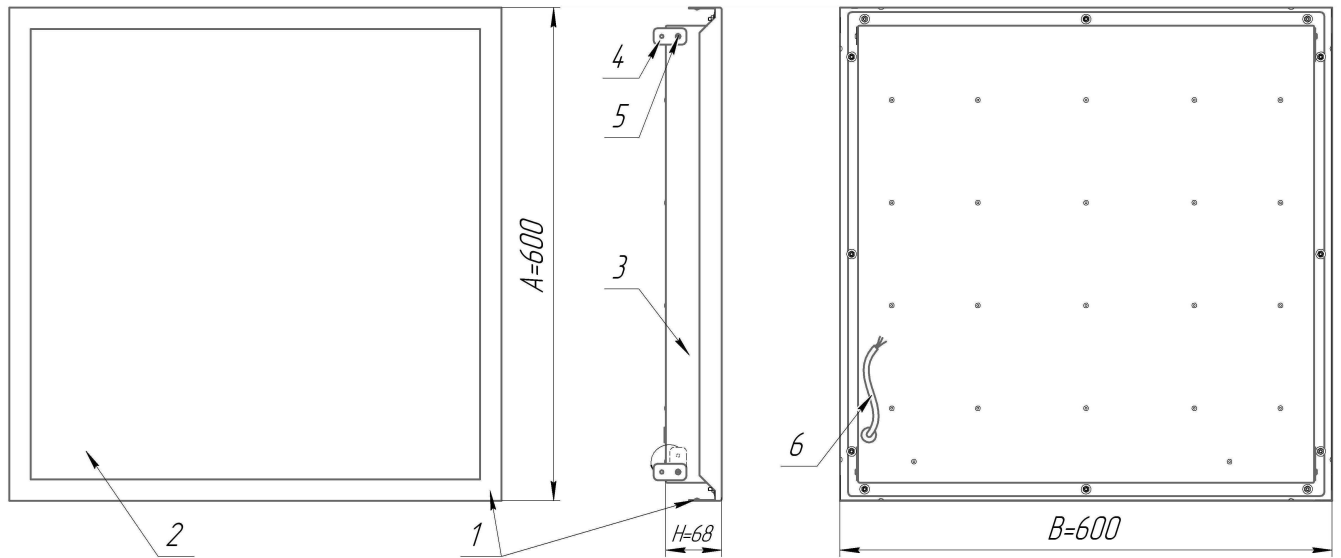

Рисунок 1 - Светильник ДВО15 VCF
3.2 Светильник ДВО15 VCF (рис. 1 приложения А) состоит из обечайки поз. 1, рассеивателя поз. 2, корпуса со встроенным светодиодным модулем и источником питания поз. 3, пластин подвеса поз. 4, закреплённых винтами поз. 5, и провода поз. 6.
5.5.1 Ослабьте винты поз. 5, поверните пластины подвеса поз. 4 в вертикальное положение и зафиксируйте их винтами (рис. 1, 3).
5.7 Проденьте проволочные подвесы, используемые при установке несущих реек потолка, через отверстия пластин подвеса (поз. 4 рис. 1, 2) светильника и закрепите их на запотолочной поверхности таким же образом, как и реечные подвесы.